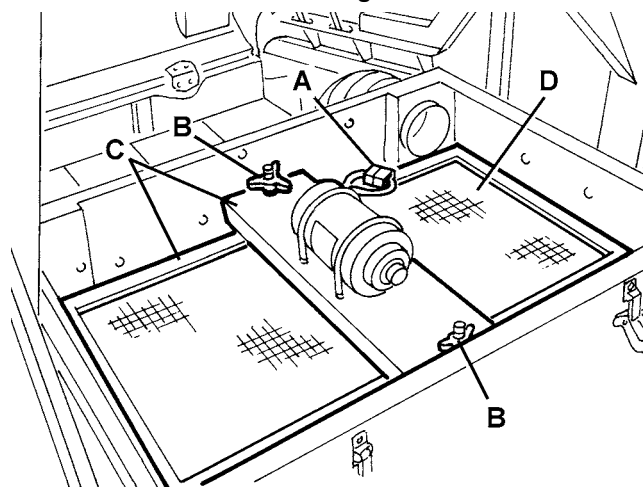

Abbildung 13
6. Den Stecker (A, Abb. 13) des Filterrüttlers trennen.
7. Die Knöpfe (B, Abb. 13) ausschrauben und den Staubfilterrahmen (C) entfernen.
8. Den Staubfilter (D, Abb. 13) entfernen.